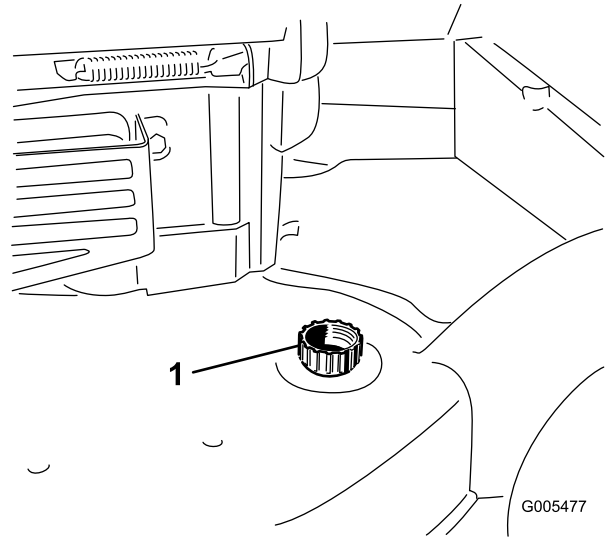

Figure 42
3. Branchez un tuyau d'arrosage, relié à une arrivée d'eau, au embout de lavage du carter de la tondeuse (Figure 42).